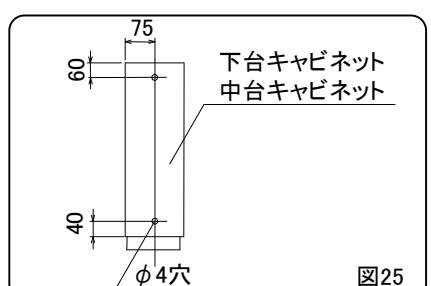

図25
- ②下台キャビネット天板に下穴(Φ4穴)を加工してください。(図25)